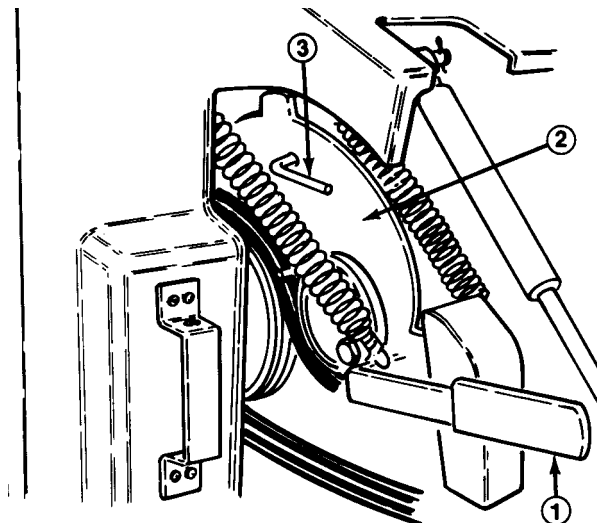

Fig. 17
- C. Premere la leva di esclusione (Fig. 17) fin quando i fori nella staffa della leva e nella testa di carotaggio non sono allineati, quindi inserire la spina nei fori.
- 2. Premere la leva di esclusione fin quando i fori nella staffa della leva e nella testa di carotaggio sono allineati, quindi inserire la spina nei fori (Fig. 17).